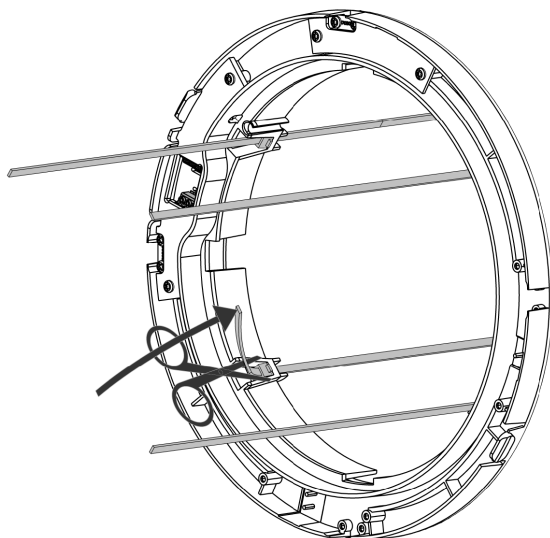
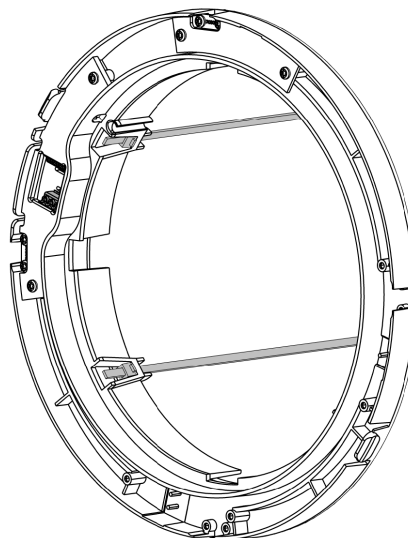

Abbildung 24 - Die anderen Kabelbinder umbiegen und abschneiden
Abbildung 25 - Die innere Wandabdeckung ist vollständig montiert
5. Das Ende jedes Kabelbinders von der Außenkappe so umbiegen, dass das überschüssige Stück im Inneren des „Trichters“ in der Wandabdeckung abgeschnitten werden kann. Siehe Abbildung 24 und Abbildung 25.